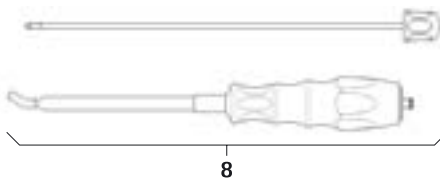

Abb. 3
- Stab-Einsetzinstrument 8 demontieren, siehe Abb. 3: